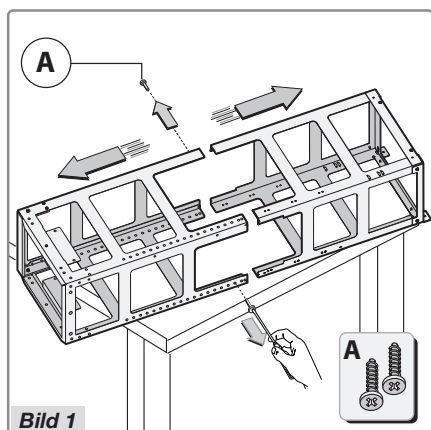

Bild 1
- Packa upp ramen och ta bort de två skruvarna A för att separera toppsektionen från bottensektionen (Bild 1).